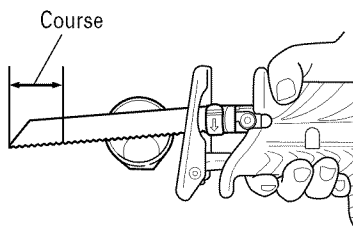
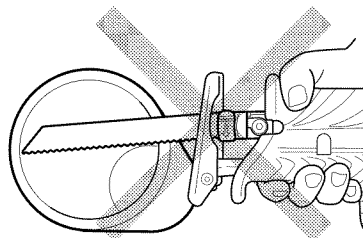
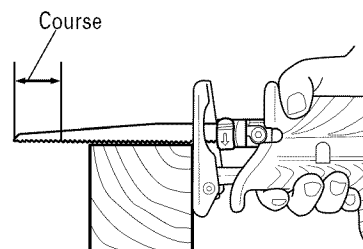
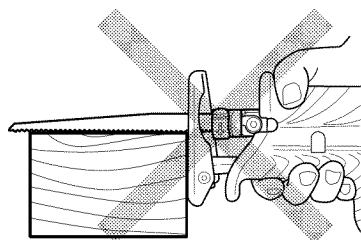

Fig. 16
Fig. 17
Fig. 18
Fig. 19
- Sélectionner une lame de la longueur appropriée. Idéalement, la longueur qui ressort du socle de la lame après soustraction de la distance de course doit être plus grande que le matériau (voir Fig. 16 et Fig. 18). Si l'on coupe un gros tuyau ou une pièce de bois volumineuse qui dépassent la capacité de coupe de la lame, la lame risque d'entrer en contact avec la paroi interne du tube ou avec le bois, etc., ce qui provoquera des dommages. (Fig. 17, Fig. 19)